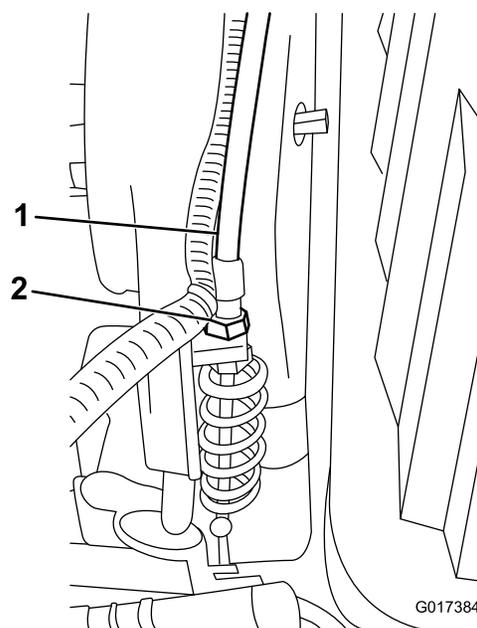

Figura 49
3. No anteparo da transmissão, ajustar o cabo de controlo do cilindro (Figura 49) para atingir um comprimento de mola de 70,6 a 72,4 mm.